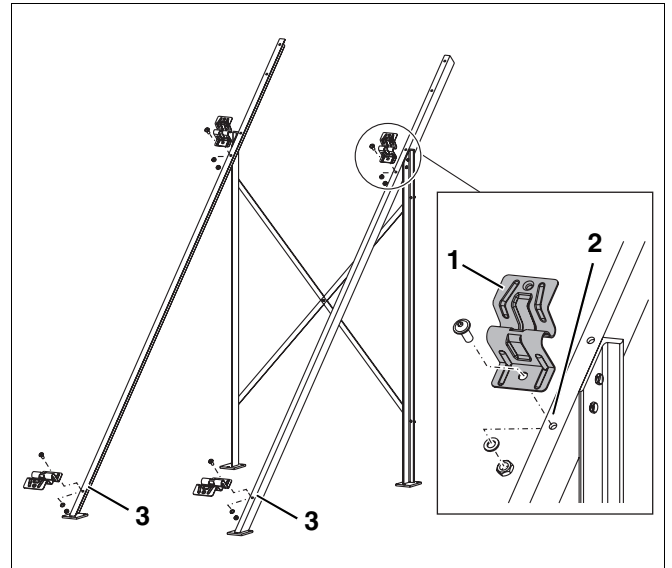

Fig. 9 Fixação do suporte do colectador
- B Aparafusar os suportes do colectador (fig. 9, **item 1**) com os parafusos de cabeça lenticular, porcas e anilhas fornecidos, em cima (fig. 9, **item 2**) e em baixo aos apoios compridos 45° (fig. 9, **item 3**).